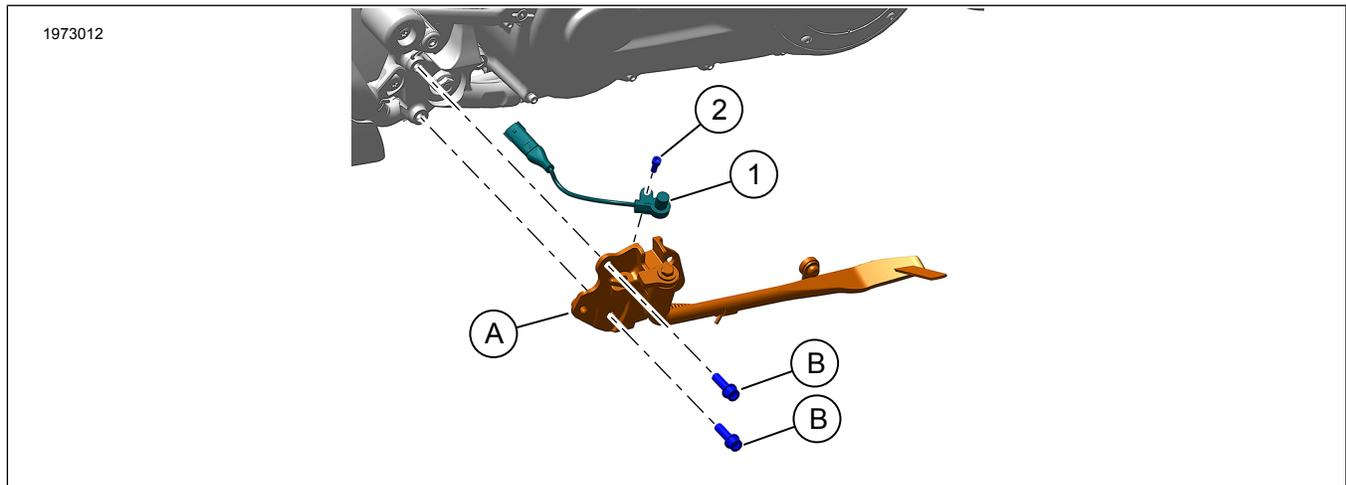

Figure 1. Contenu du kit : Capteur de la béquille
1. Voir la Figure 1. Appliquez de l'adhésif frein-filet sur la vis (2).